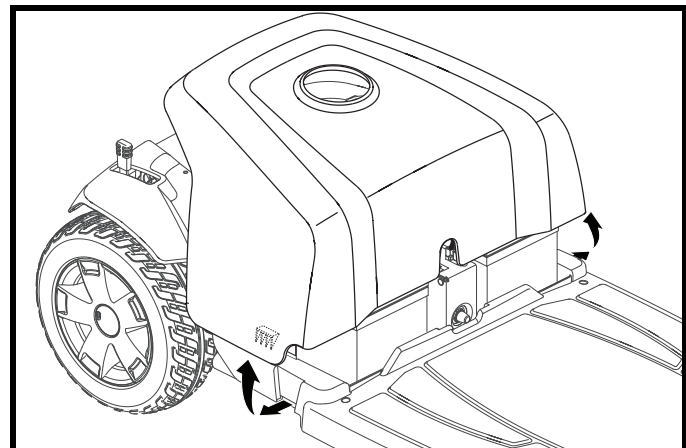

Figura 24. Rimozione della scocca posteriore
2. Sollevare delicatamente la scocca della batteria e staccarla dallo scooter. **Vedere figura 24.**